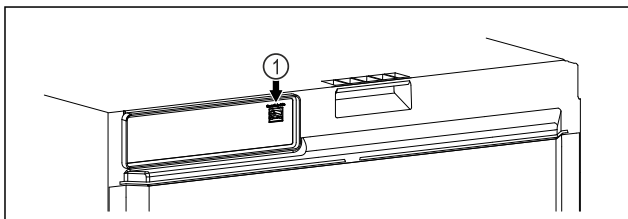

Fig. 91
- ☐ SmartModule Fig. 91 (1) ist eingesetzt.